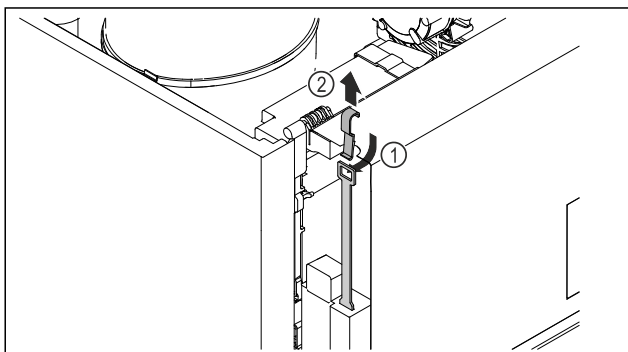

Fig. 248
- Noodontgrendelingsleutel Fig. 248 (1) van boven af inschuiven, in het slot haken en naar boven Fig. 248 (2) wegtrekken.